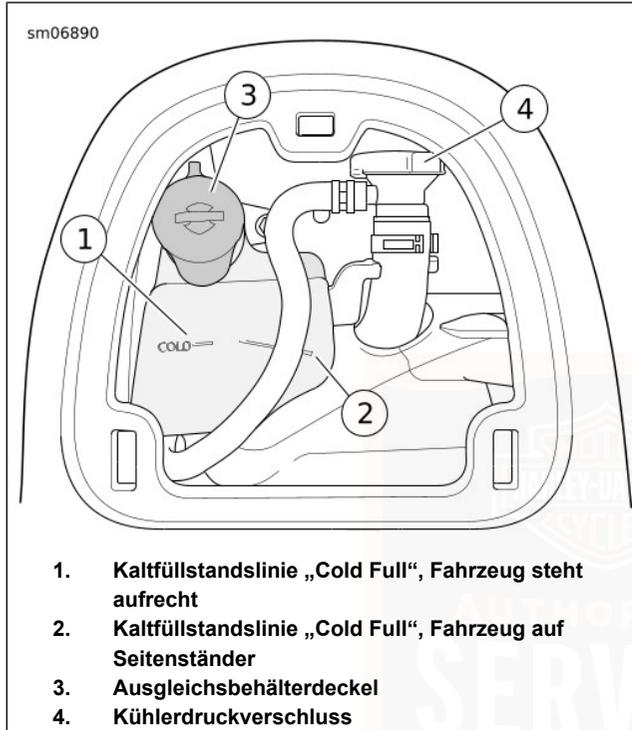

Abbildung 75. Kühlmittelstand
Siehe Abbildung 75. Auf dem Kühlmittelbehälter befinden sich zwei Markierungen. Die schräge Markierung (2) verwenden, wenn das Motorrad auf dem Ständer abgestellt ist.
2. Siehe Abbildung 75. Überprüfen, ob der Kühlmittelstand im Kühlmittelbehälter auf oder knapp über der Markierung „COLD“ (1) steht.